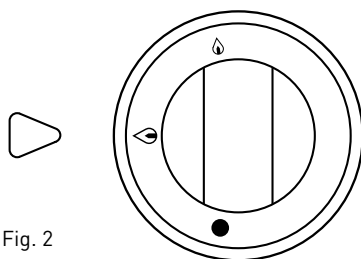
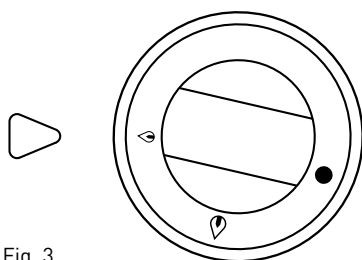

Fig. 2
Fig. 3
- Ruotare la manopola ON/OFF del meccanismo di riscaldamento (3) che si trova sul lato del telaio fisso (1) sulla posizione „grande fiamma” (fig. 2).
- Adesso il gas esce dal riscaldatore. Accendere immediatamente il gas (2) e attendere 10 a 15 secondi in una posizione premuta, quindi rilasciare la manopola in questa posizione.
- Fissare il meccanismo di bloccaggio dello spiedino inferiore (10) con la maniglia di fissaggio (11) in una posizione in cui la carne Doner Kebab sarà messa.
- Inserire lo spiedino (9) con la carne Doner Kebab sul meccanismo di bloccaggio dello spiedino inferiore e superiore (10 e 8). Bloccare il meccanismo superiore.
- Prima di inserire lo spiedino spostare il meccanismo di bloccaggio dello spiedino superiore (8) lungo del profilo di movimento del motore (7) in posizione centrale.
- Per girare la carne Doner Kebab, selezionare la posizione „I” o „II” sull'interruttore di controllo del motore (5) che si trova sul corpo del motore (4), secondo il senso di rotazione desiderato.
- Se il calore dei radiatori deve essere ridotto, ruotare la manopola ON/OFF del meccanismo di riscaldamento nella posizione „piccola fiamma” (fig. 3).